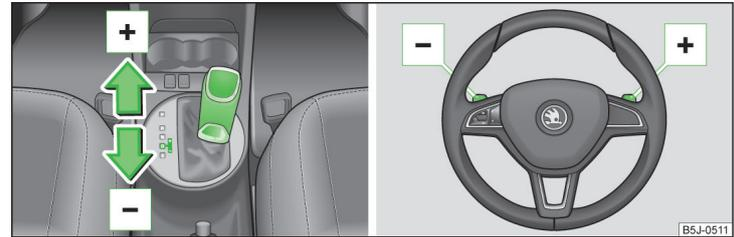

Abb. 106 Wählhebel / Multifunktionslenkrad
- » Den Wählhebel nach vorn  » Abb. 106 tippen.
- » Die rechte Schaltwippe  » Abb. 106 kurz zum Lenkrad ziehen.
- » Den Wählhebel nach hinten  » Abb. 106 tippen.
- » Die linke Schaltwippe  » Abb. 106 kurz zum Lenkrad ziehen.
» Eine der Schaltwippen  /  kurz zum Lenkrad » Abb. 106 ziehen.